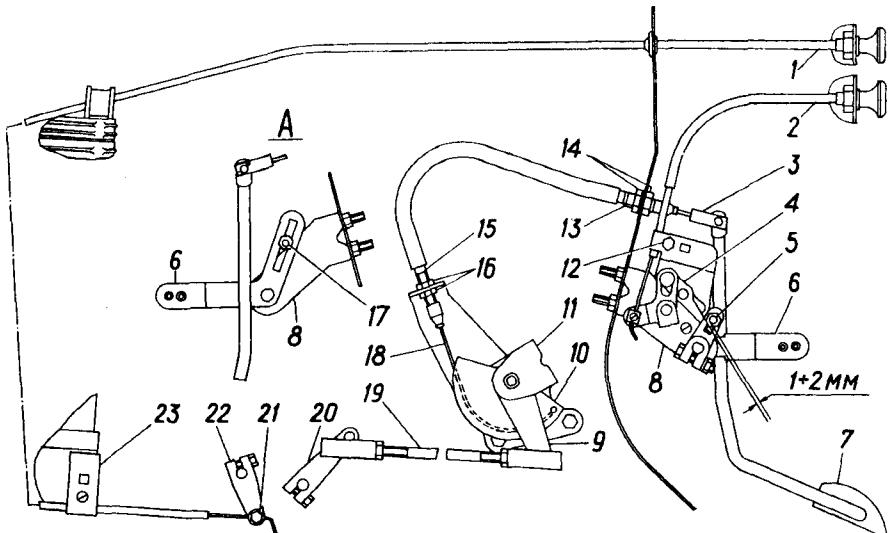

Рис. 7.6. Механизм управления приводом подачи топлива:
7.6. Привод управлением подачей топлива двигателя Д-245.7 – механический, состоит из педали 7 (рис. 7.6), соединённой с рычагом подачи топлива ТНВД, тяги останова 1, тяги ручного управления 2.